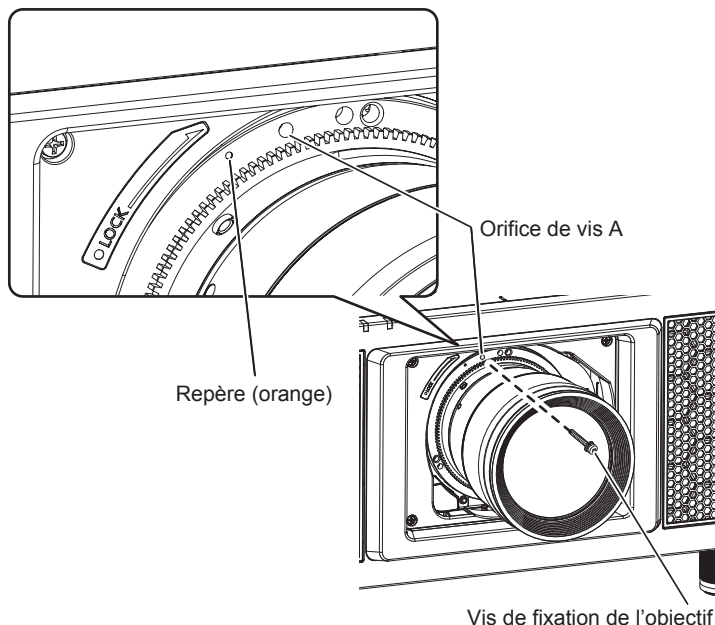

Fig. 2
- 2) **Verrouillez l'objectif de projection avec la vis de fixation de l'objectif fournie. (Fig. 2)**